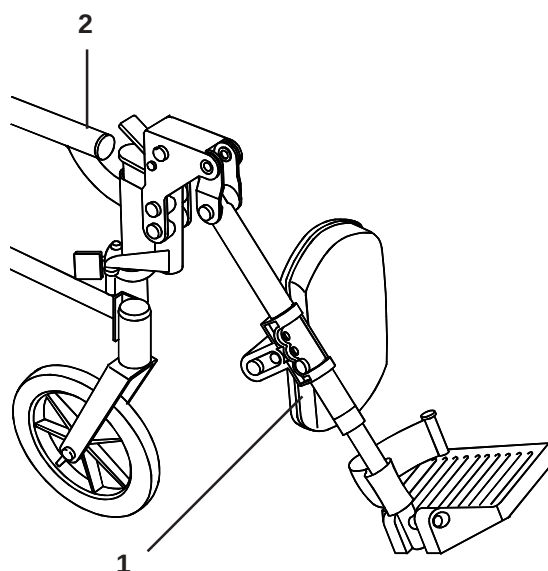

Fig. 20
Volg voor het monteren of verwijderen van de scharnierende comfort beensteunen, de instructies voor de wegzwenkbare beensteunen op. Voor het verhogen van de beensteun (1) tilt u deze in de gewenste positie, de beensteun zal automatisch in positie vergrendelen. Voor het verlagen van de beensteun, terwijl u in de rolstoel zit, duwt u de ontgrendelhendel (2) naar voren, en verlaagt u de beensteun in de gewenste positie. Als u de hendel loslaat zal de beensteun in positie vergrendelen (Fig. 20).